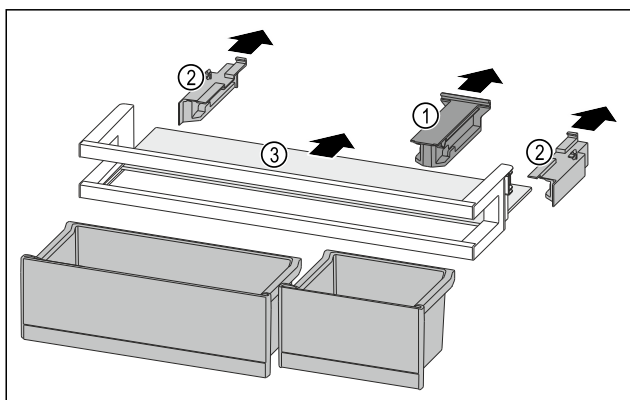

Fig. 140
- ▶ Снимите крепление Fig. 140 (1).
- ▶ Снимите боковые части Fig. 140 (2).
- ▶ Извлеките съемную полку Fig. 140 (3).